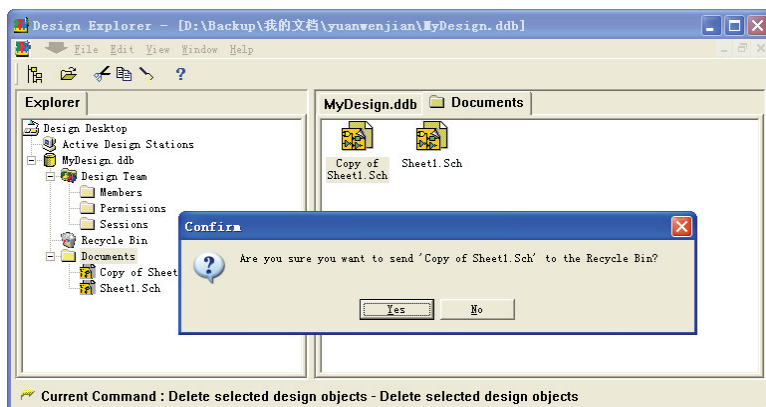
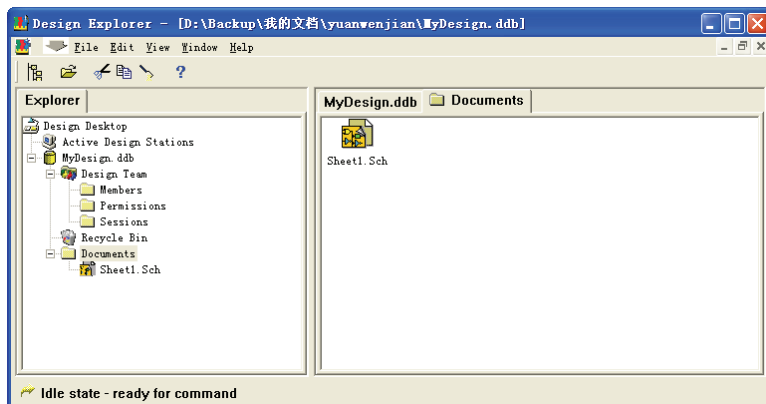

图 4-12 询问是否删除
图 4-13 删除文件
(6) 执行“Delete”命令，与 Windows 大多数软件相同，对原理图文件进行删除操作，弹出如图 4-12 所示的“Confirm”对话框，单击 按钮，确认删除，如图 4-13 所示。